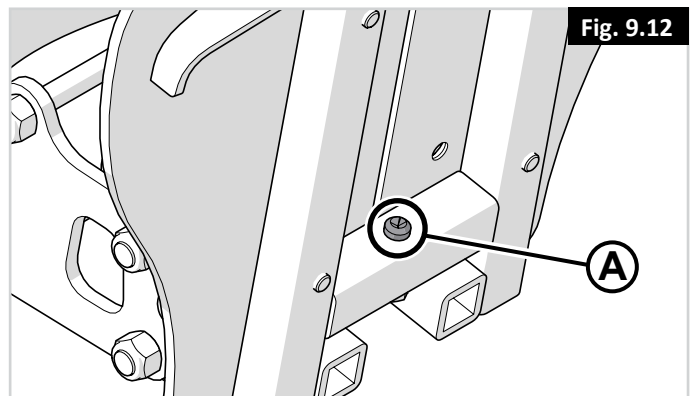

Fig. 9.12
2. Dann die Schraube anziehen (A - Fig. 9.12) (4 mm Inbusschlüssel)